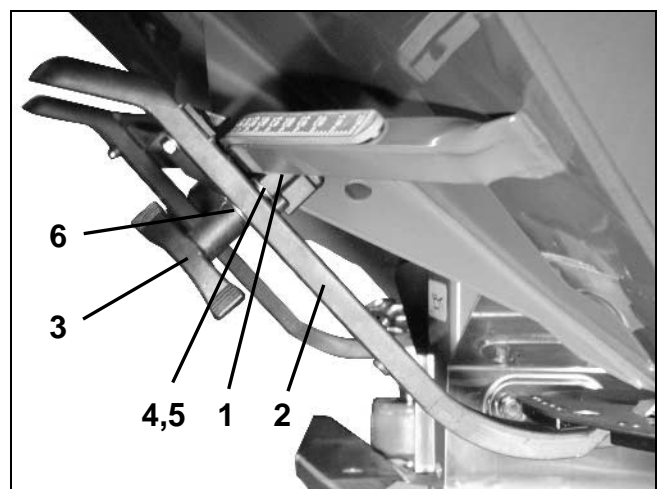

Fig. 90
- Klemmemekanismen (Fig. 90/1) for stillespaken (Fig. 90/2) skal monteres på følgende måte:
- Skru av vingemutteren (Fig. 90/3).
- Ta ut skruen og bytt om på de to underleggskivene (Fig. 90/4) fra bak (Fig. 90/5) til foran (Fig. 90/6).